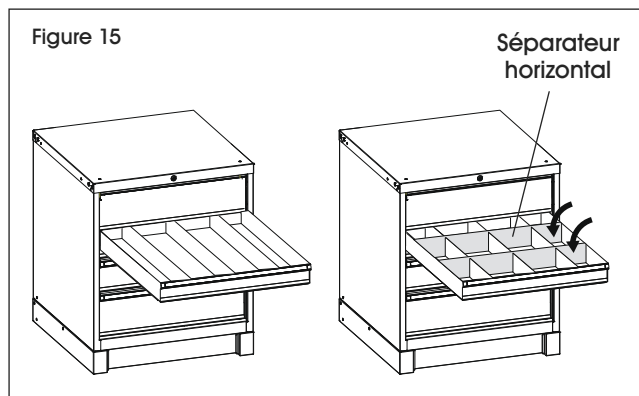

Figure 15
- Réinsérez les séparateurs horizontaux dans le deuxième tiroir. (Voir Figure 15)